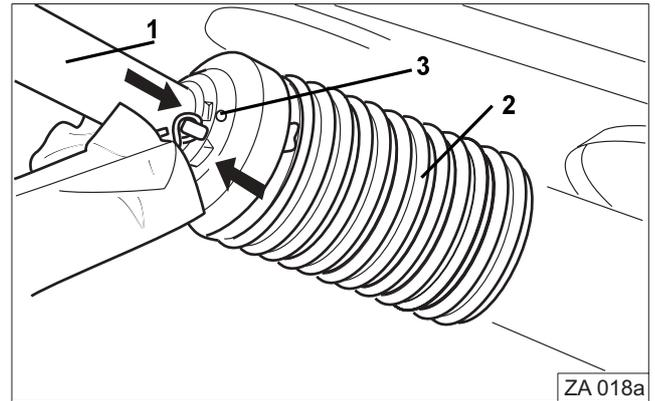

Fig. 15
- Schutzhälfte (Fig. 15/1) aufchieben.
- Schutztrichter (Fig. 15/2) in Montageposition drehen.
- Arretierungsschraube (Fig. 15/3) eindrehen.